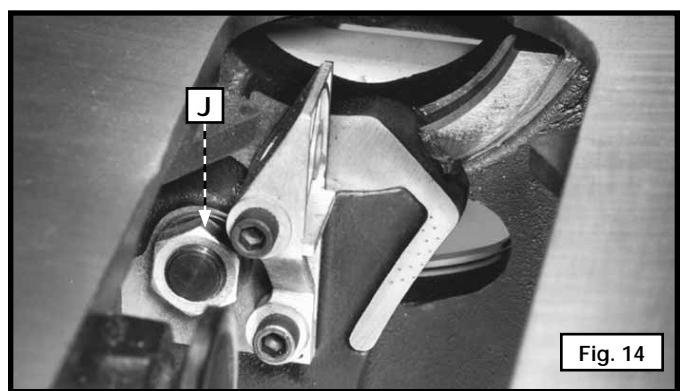
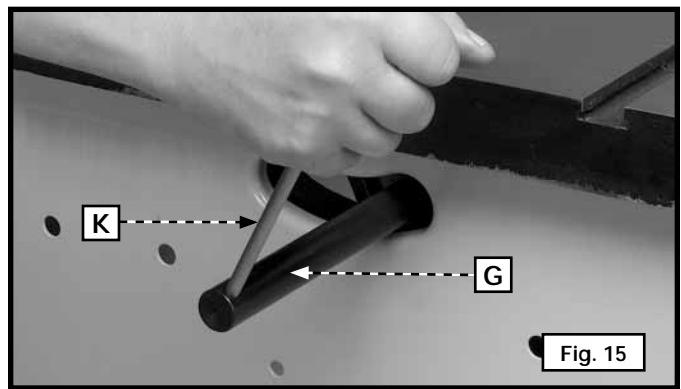

Fig. 14
Fig. 15
6. Inserte la punta roscada de la varilla de soporte (G) Fig. 13, a través de la ranura en la parte posterior de la sierra y en el orificio del soporte giratorio trasero (H). Ajuste la varilla de soporte (G) al soporte giratorio con una arandela estrella y una tuerca de inmovilización hexagonal 5/8-18 (J) Fig. 14
NOTA: Enrosque la tuerca (J) Fig. 14, en las rosas de la varilla de soporte (G) manualmente lo más posible.
7. Use una llave para sujetar la tuerca de inmovilización hexagonal 5/8-18 (J) Fig. 14. Ajuste la varilla (G) Fig. 15, con un destornillador pequeño (K) o un dispositivo similar a través del orificio en el extremo de la varilla.